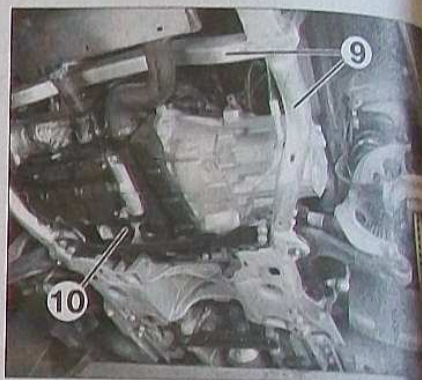
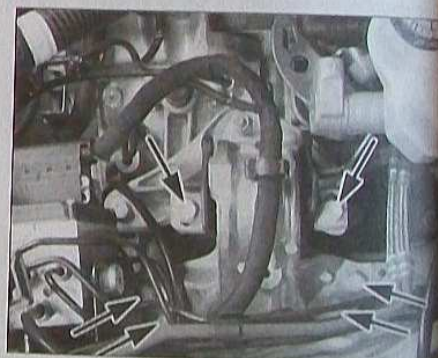

FIG.5
FIG.6
- le cadre de renfort du berceau (9) (Fig.5).
- le tirant antibasculement (10).
- le support de la boîte (Fig.6).